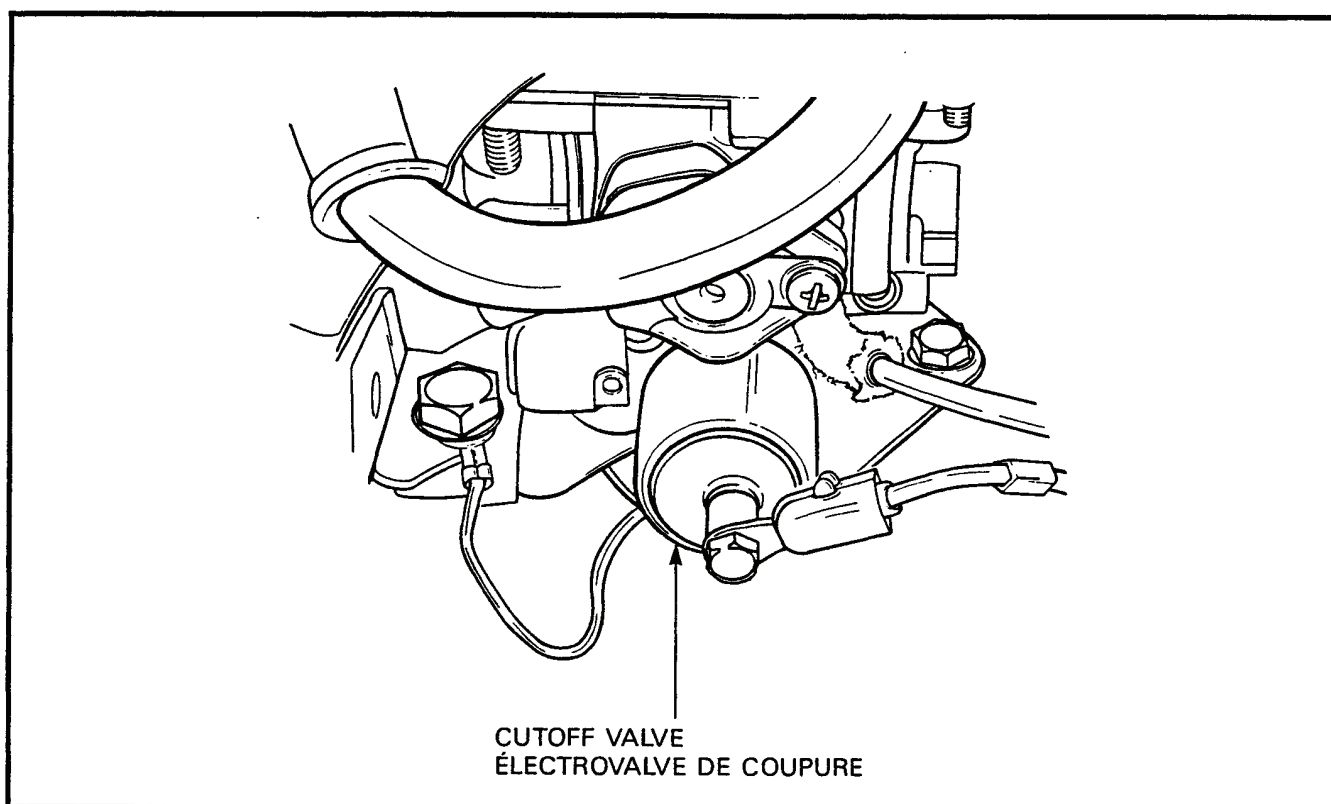

Figure 2-7-1 Carburetor Air/Fuel Cutoff Valve
(1) Remove the air intake hose from the carburetor to the air filter housing.	(1) Enlever le boyau d'admission d'air reliant le carburateur au boîtier du filtre à air.
(2) Remove the distributor ventilation hose from the air filter housing.	(2) Enlever le boyau de ventilation du distributeur du boîtier du filtre à air.
(3) Remove the breather hose from the valve cover.	(3) Enlever le boyau du reniflard du couvercle des soupapes.
(4) Loosen the screw from the choke cable, casing and hose at the bracket and the screw from the choke cable at the choke lever and pull the cable, casing and hose away from the carburetor.	(4) Desserrer la vis retenant le câble d'étrangleur, la gaine et le boyau au niveau du support, ainsi que la vis du câble d'étrangleur au niveau du levier l'étrangleur, et enlever le câble, la gaine et le boyau du carburateur.
(5) Disconnect the fuel line from the carburetor.	(5) Débrancher la conduite de carburant du carburateur.
(6) Remove the two fuel by-pass reservoir mounting bolts and move the reservoir and in-line fuel filter out of the way.	(6) Enlever les deux boulons de fixation du réservoir de dérivation de carburant, et placer le réservoir et le filtre de la conduite de carburant de côté.
(7) Pull out the two spring clips on both sides of the rubber grommet on the accelerator cable that secure the cable to the bracket.	(7) Enlever les deux agrafes à ressort de chaque côté de la rondelle isolante de caoutchouc retenant le câble d'accélérateur au support.
(8) Remove the clip from the accelerator cable at the throttle shaft sector plate and disconnect the cable tip.	(8) Enlever l'agrafe du câble d'accélérateur au niveau de la plaque d'accélérateur, et débrancher le câble.
(9) Disconnect the electrical lead from the air/fuel cutoff valve at the carburetor, see Figure 2-7-1.	(9) Débrancher le fil électrique de l'électrovalve de coupure air/carburant au niveau du carburateur, voir figure 2-7-1.
(10) Disconnect the vacuum advance line from the carburetor.	(10) Débrancher la conduite d'avance à dépression du carburateur.